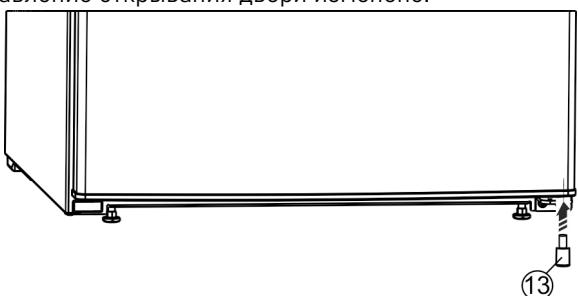

Fig. 27*
- Снова вставьте в дверь распорную деталь Fig. 27 (13) справа внизу - это важно для обеспечения устойчивости устройства.*